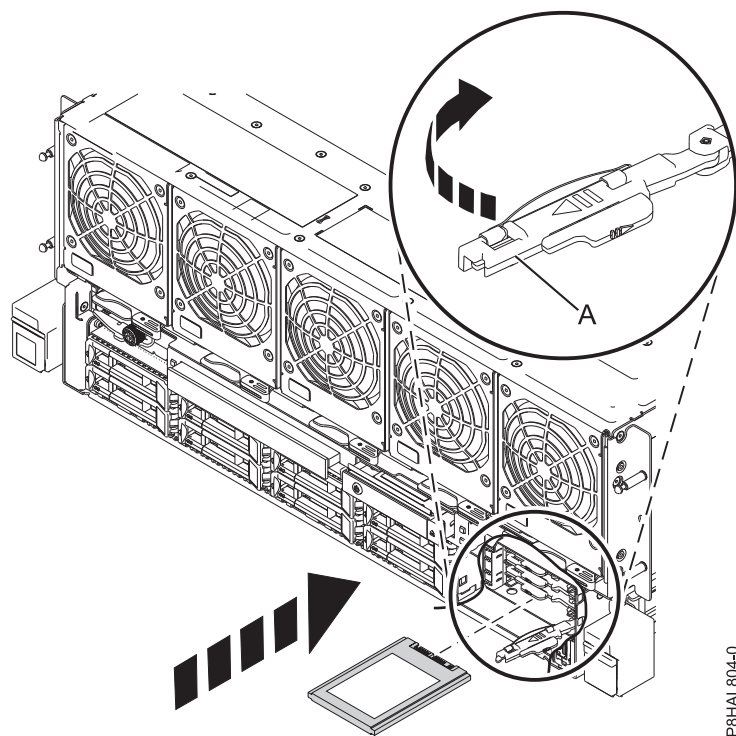

Figura 9. Instal·lació d'una SSD en un sistema 8408-44E o 8408-E8E
14. Amb la nansa del compartiment d'unitats SSD (A) en posició desbloquejada, feu sortir la palanca per poder accedir a les guies de la ranura SSD. Agafeu la part inferior de l'SSD mentre l'alineeu amb les guies de la ranura SSD. Consulteu Figura 9 a la pàgina 17.
18. Bloquegeu la unitat fent girar la nansa del compartiment (A) en la direcció que es mostra a Figura 9.